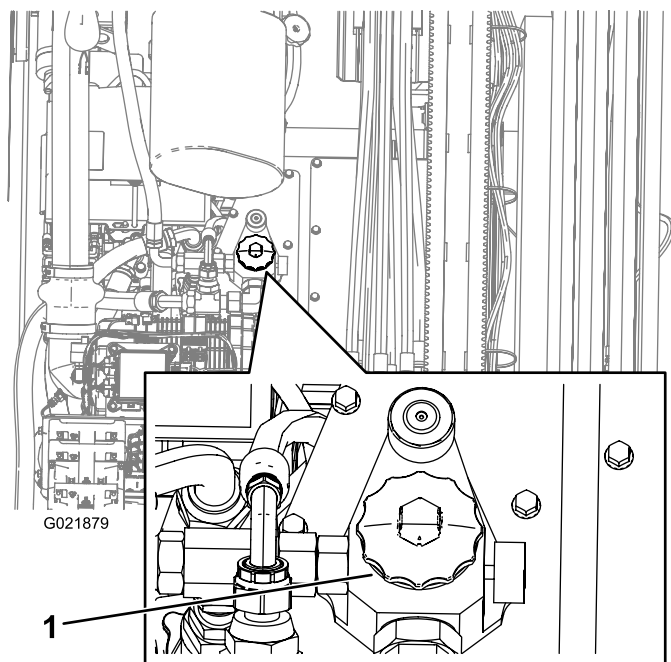

Рисунок 145
- Откройте крышку гидравлического бака (Рисунок 145).
10. Поместите поддон под фильтр, а затем снимите фильтр (Рисунок 145).